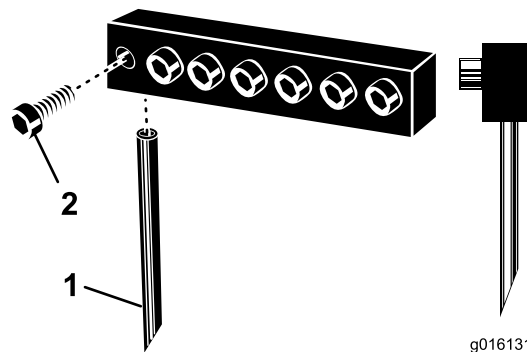

Figure 26
- Desserrez les boulons de serrage et enlevez les louchets usagés (Figure 26).
Remarque: Positionnez les louchets creux avec la fente d'éjection à l'arrière, et les louchets pleins avec l'angle de la pointe face à la machine (Figure 26).